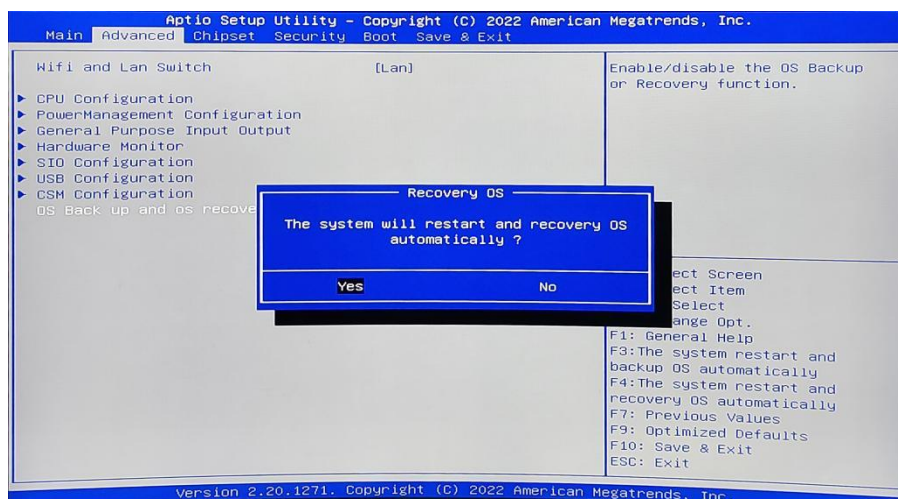

图 5 还原选择界面
(3) 按下键盘左上角的 F4 按键，就能进入还原选择界面（如图 5 所示），界面会出现提示使用键盘选中 [YES]；